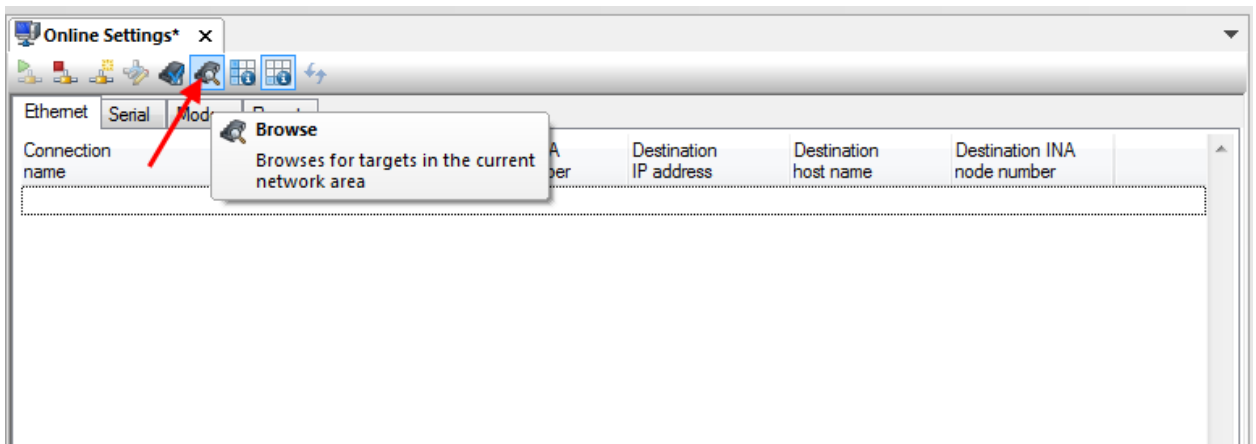

Рисунок 4.5.22. Конфигурация сетевого подключения.
1.3.2. Далее открываем вкладку Browse (рис. 4.5.22).